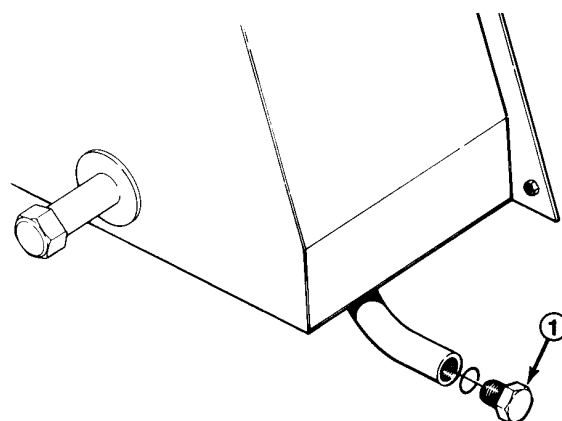

Fig. 34
1. Ta dreneringspluggen (fig. 34) ut av tanken og la oljen renne ned i en beholder. Sett pluggen i igjen og trekk den til når tanken er tom.